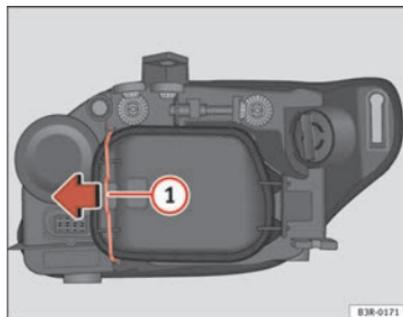

Fig. 206 Lâmpada da luz de presença
Embora não seja necessário, extrair previamente a tampa rígida ⇒ página 282, fig. 206, facilita a substituição da lâmpada do indicador de mudança de direcção. ■
- Desloque o tirante ⇒ fig. 206 ① no sentido da seta e retire a tampa rígida separando primeiro o lado do tirante e retirando depois as duas patilhas da extremidade contrária da tampa.